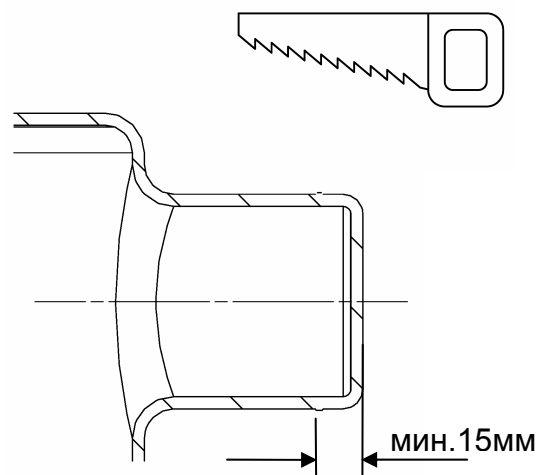

Рисунок 6
- Открытие соответствующих патрубков для подключения приточных линий (рис. 6)